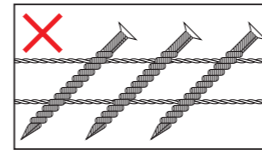
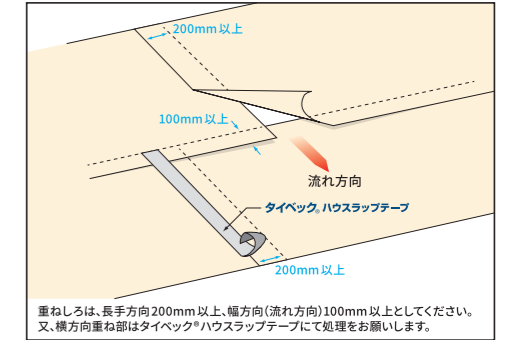

図1 一般部
図2 大棟部
- (1) **タイベック® ルーフライナー**は桁行き方向に横張りしてください。
- (2) **タイベック® ルーフライナー**の重ね部は、長手方向200mm以上、流れ方向100mm以上とし、シワ、緩みのないよう張り上げます。長手方向の継ぎ目は接近しないように乱張りとし、長手方向の継ぎ目に粘着防水テープを貼ります。(図1参照)
- (3) ステープルはシートの重ね部に打ってください。ステープルを打った部分は必ずシートを2重にするか、粘着テープを貼ってください。ステープルはステンレス製を推奨します。
- (4) ステープルの打ち込み間隔の目安は、シート上側を仮止めする場合は約200mm、その他は約300mmとします。
- (5) 瓦棧木等の施工は、流し棧工法や溝が加工された棧木を使用し、棧木に雨水等が滞留しないようにしてください。
- (6) **棟部**(図2,3参照)